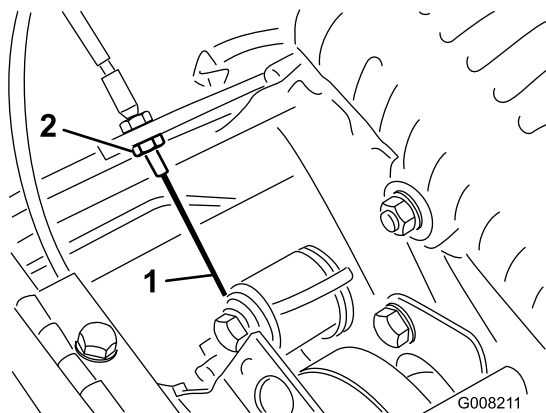

Figura 42
3. Para aumentar a tensão do cabo, desaperte a porca de bloqueio do cabo dianteiro e aperte a porca de bloqueio do cabo traseiro (Figura 42) até que seja obtida uma força de 3 a 4 kg, de maneira a que se possa engatar o controlo de tracção. Meça a força no botão de controlo.